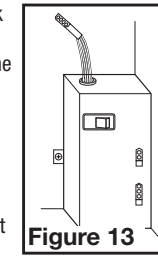

Figure 13
- MOTION SENSING MODELS:** Plug the fan's 2 pin and 3 pin quick connect motor cords into the receptacles located on the side of the wire compartment. Plug the 4 pin quick connect cord from the motion sensor on the grill into the receptacle coming out of the top of the wire compartment. These cords will only fit one way into the receptacles (**Figure 13**).
3c. MODÈLES DÉTECTION DE MOUVEMENT: Branchez les cordons du moteur du ventilateur à 2 et 3 broches de connexion rapide dans les connecteurs situés sur le côté du couvercle du compartiment de fil. Branchez le cordon à 4 broches de connexion rapide à partir du capteur de mouvement sur le grill dans le connecteur sortant de la partie supérieure du compartiment de fil. Ces cordons ne peuvent être insérés que dans un seul sens dans les connecteurs (**Figure 13**).